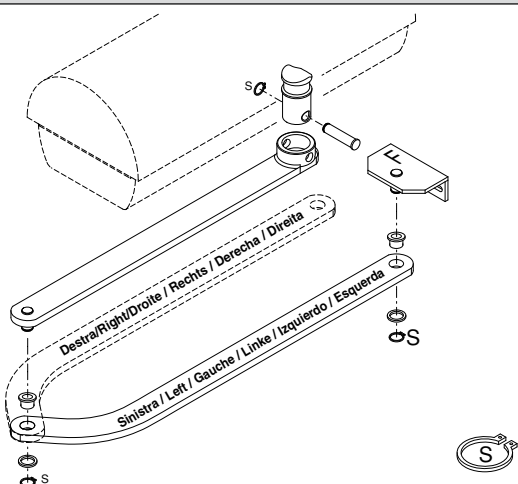

Fig. 7
- Introduire le carré du premier levier dans l'arbre de sortie du motoréducteur et le fixer (fig.7).